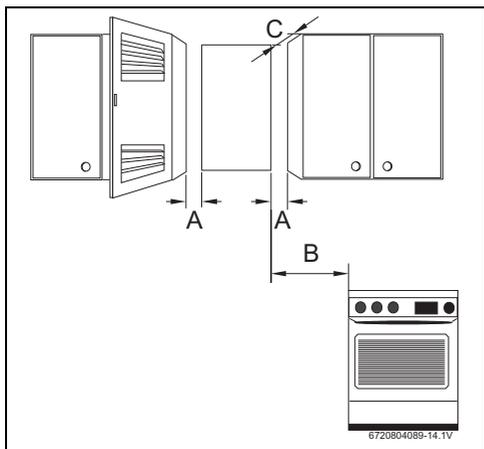

Fig. 12 Distances minimum
- ▶ Respecter les distances minimales indiquées dans la fig. 12.
- ▶ Garantir la facilité d'accès pour les travaux d'entretien ainsi que les distances minimales indiquées dans la fig. 12.